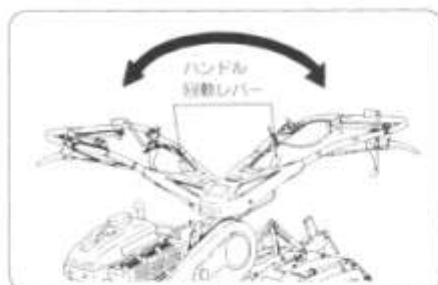

図31
- ① ハンドル回転は、ハンドル回転レバーを下方向に押して（ハンドルを少し持ち上げると楽に動く）左右方向に移動してください。（図31）